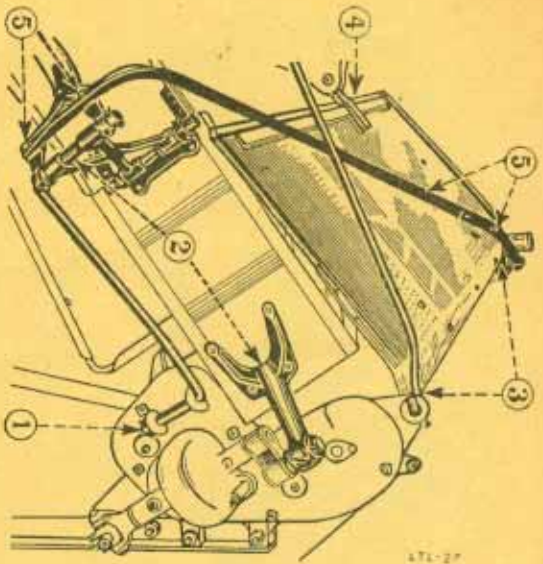

Bild 42
5. Oberes und unteres Ende des Stoppelglätterhebels zusammenschrauben. Hebel durch den U-Bolzen am oberen Elevatorhalter stecken und an den Gleitbahnhalter befestigen, wie Bild 42 und 43, Position 5 zeigt.